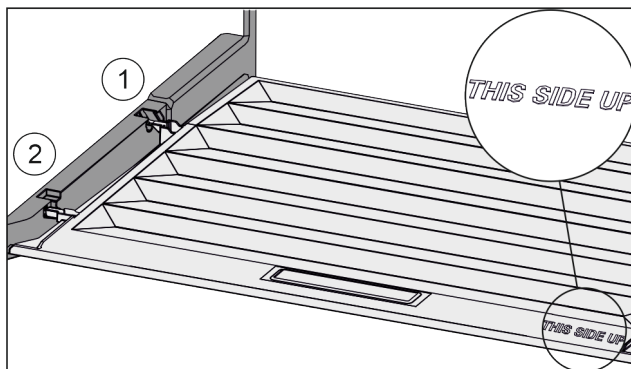

Fig. 35
- ▶ Výstupky víka zaveďte do zadních držáků *Fig. 35 (1)* a vpředu zaklesněte do držáku *Fig. 35 (2)*.